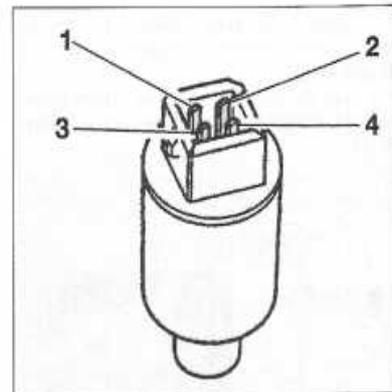

FIGURE 10-1
**PRESSOSTAT TRIFONCTION (FIGURE 10-1)**